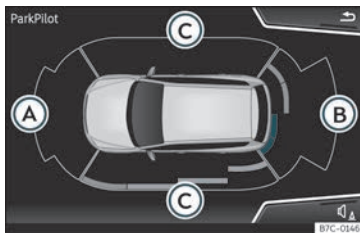

Fig. 239 Visualización de axuda ao aparcamento na pantalla do sistema Easy Connect.
Os parachoques levan sensores integrados. Cando detectan un obstáculo, o indican mediante sinais acústicos e no sistema Easy Connect »» **fig. 239**.
En caso de avaría dun sensor posterior, só se amosarán os obstáculos na área (A) >>> **fig. 239**. En caso de avaría dalgún sensor dianteiro, só se amosarán os obstáculos na área (B). Amósase o símbolo ⚠.